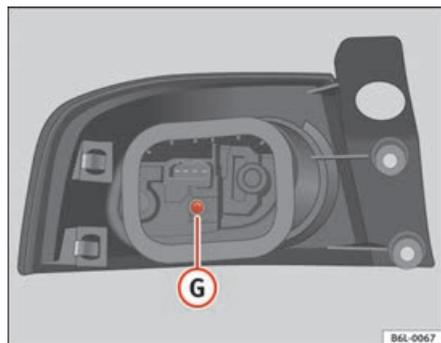

Fig. 167 Feux arrière dans la carrosserie
- Dévisser le vis **G** ⇒ fig. 167.